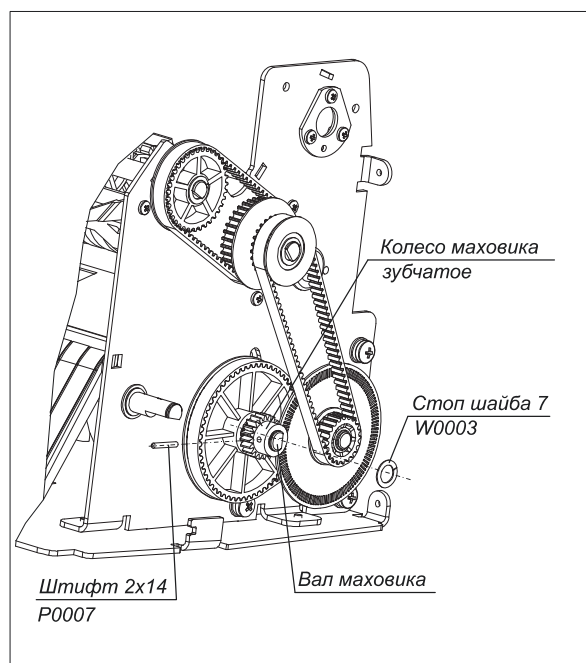

Рис. 23
5. Извлеките стоп шайбу 7 W0003 из кольцевой проточки вала маховика (рис. 23).
6. Извлеките штифт 2x14 P0007 (рис.23).
7. Снимите колесо маховика зубчатое (рис. 23).